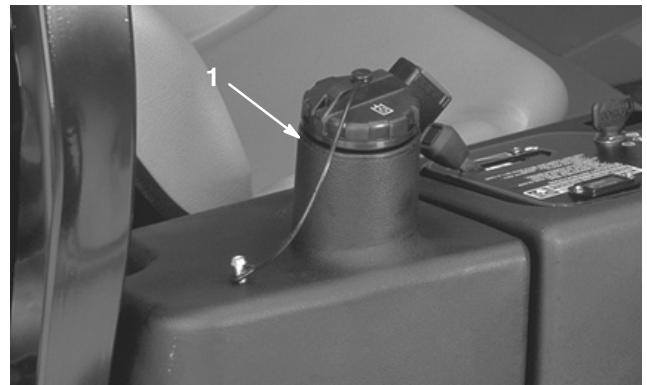

Bild 52
3. Füllen Sie den hydraulischen Behälter (Bild 52) mit ca. 13,2 l Hydrauliköl; siehe „Prüfen der hydraulischen Anlage“ auf Seite 19.